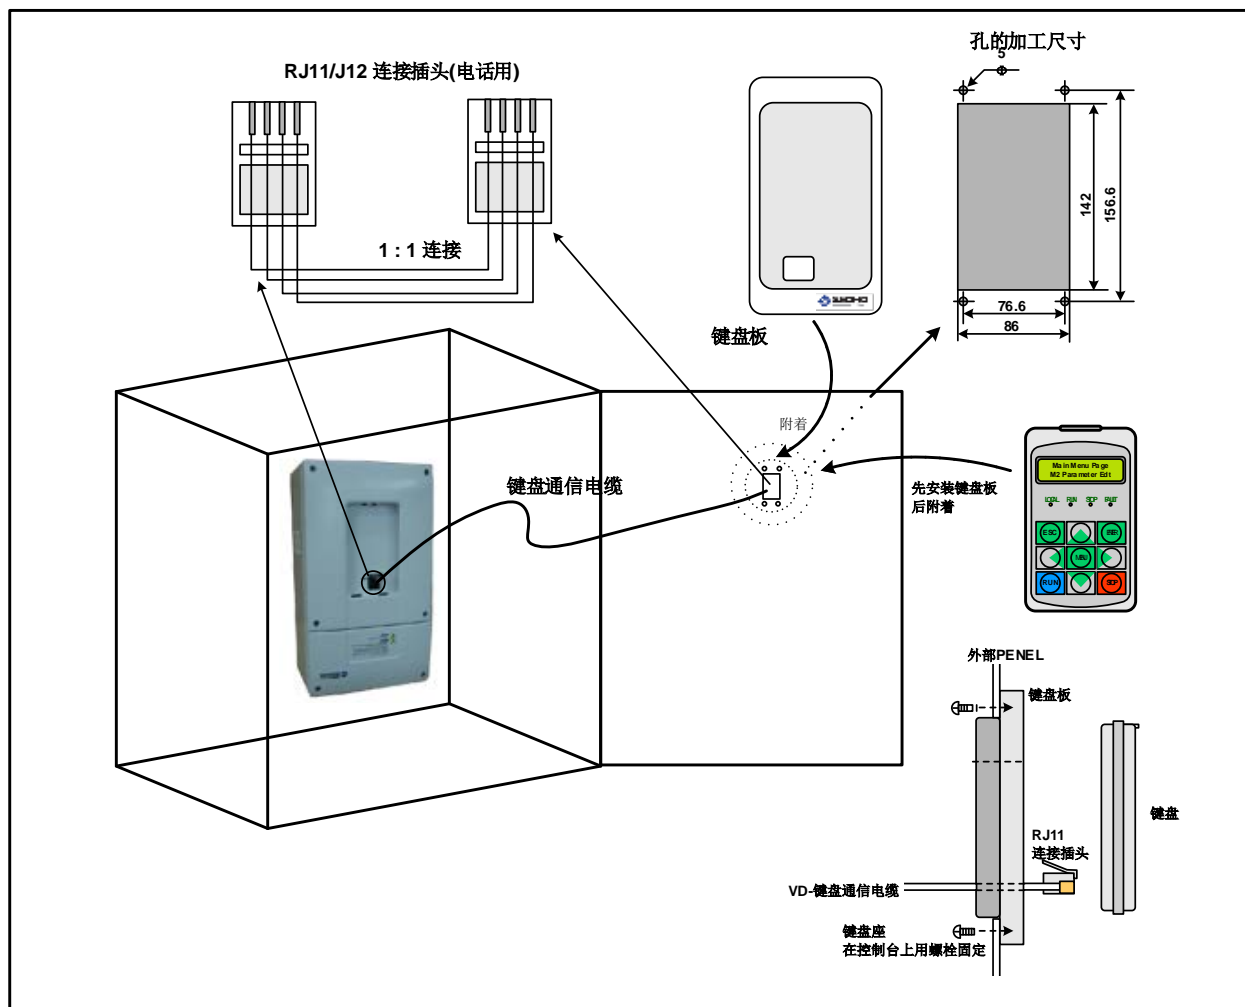

图 3.3-1 键盘安装到电气柜
**SOHO NVI 变频器**的操作面板安装在外部控制台上时，参见图 3.3-1。先要在控制台的相应位置如图加工固定孔。然后用螺栓把操作面板固定在控制台上。
**SOHO NVI 变频器**和安装在外部控制台上的操作面板，利用 1:1 连接的 RJ11/J12 电缆连接。参见图 3.3-1。